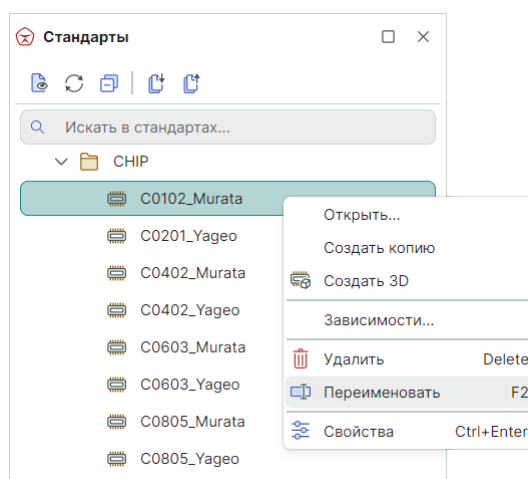

Рис. 115 Переименование корпуса
1. Выберите требуемый корпус в дереве узла «Корпуса» и в контекстном меню выберите пункт «Переименовать» или воспользуйтесь горячей клавишей «F2», см. Рис. 115.